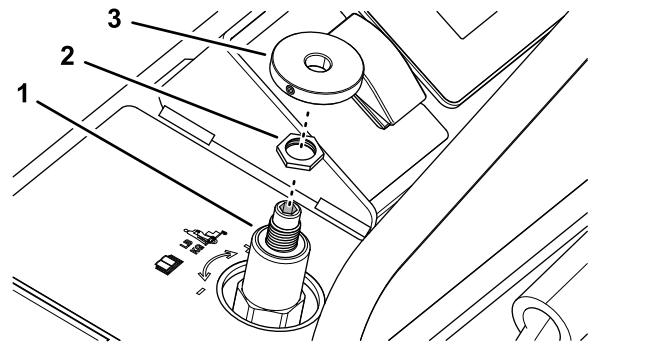

Figure 59
1. Tournez la vis dans le bouton de la commande de réglage dans le sens horaire jusqu'à ce que le bouton se détache de l'axe de la commande (Figure 59).
2. Vérifiez que l'écrou de blocage est serré sur l'axe de la commande de réglage du poids de l'utilisateur (Figure 59); voir l'opération 6 sous Réglage de la commande de réglage du poids de l'utilisateur \(page 51\).
3. Assemblez le bouton sur l'axe de la commande de réglage du poids de l'utilisateur (Figure 59).
3. Desserrez l'écrou de blocage de la commande de réglage du poids de l'utilisateur, voir Figure 59 sous Assemblage du bouton de la commande de réglage du poids de l'utilisateur \(page 51\).